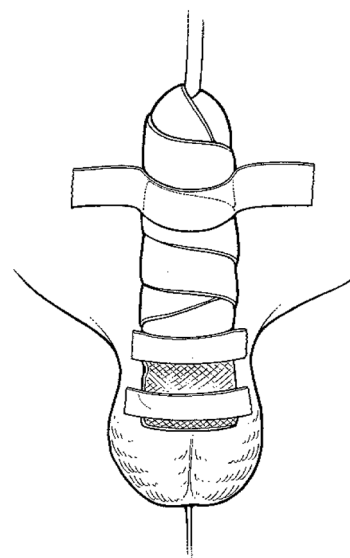

Figure 4-24. Fixation du pénis à l'abdomen à l'aide de bande adhésive
5. Fixez le pénis à l'abdomen à l'aide de bande adhésive (**figure 4-24**).